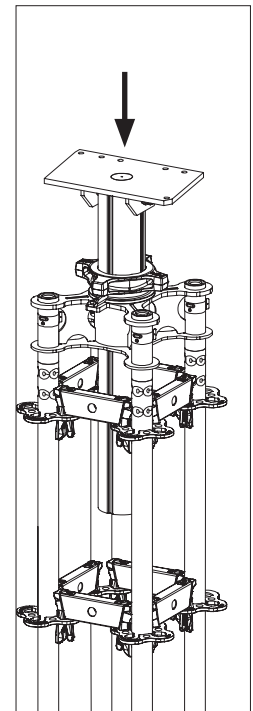

Fig. A5.10b
2. Svitare completamente l'albero di testa. (Fig. A5.10b)